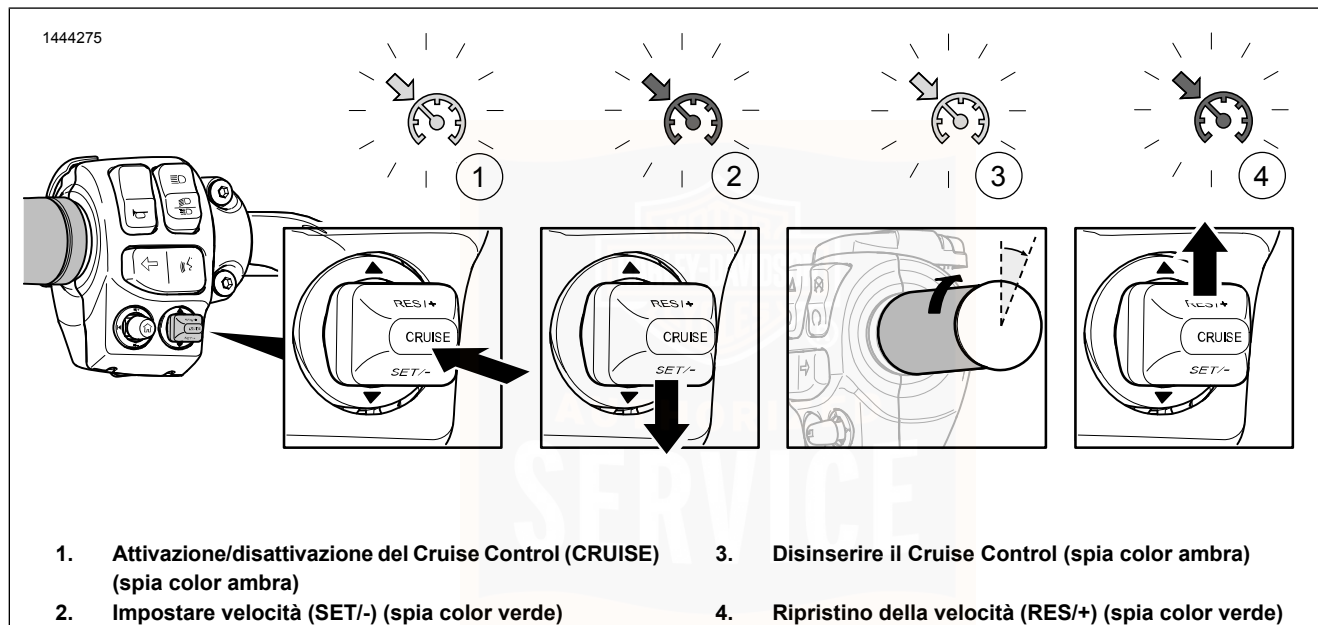

Figura 29. Cruise Control (tipico)
Vedere Figura 29. Premere l'interruttore CRUISE per attivare il Cruise Control (1). Se attivo, l'icona del Cruise Control viene visualizzata nel quadrante del tachimetro in colore ambra.
Vedere Figura 29. Quando la motocicletta raggiunge la velocità desiderata, spostare l'interruttore SET/- verso il basso per impostare la velocità del Cruise Control (2). L'icona del Cruise Control da colore ambra diventa di colore verde.
Vedere Figura 29. Per disattivare il Cruise Control, accelerare leggermente con la manopola del gas in modo da percepire lo sganciamento dell'interruttore del Cruise Control (3).
Vedere Figura 29. Se il Cruise Control è stato disattivato, ma la spia è ancora di color ambra, premere l'interruttore RES/+ consente di ripristinarlo (4). L'icona diventa di colore verde. La motocicletta ripristina automaticamente la velocità impostata dal Cruise Control.